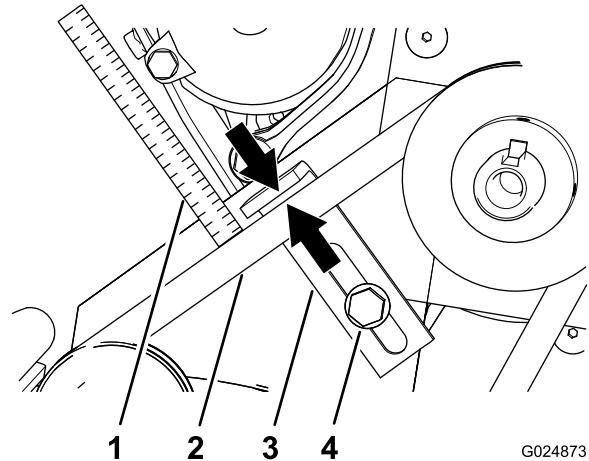

Figure 26
Remarque: Si l'écartement est supérieur ou inférieur à 6 mm (1/4 po), réglez le guide de courroie (Figure 26); voir Réglage du guide des courroies (page 20).
2. Mesurez l'écartement entre la courroie et le guide de courroie (Figure 26).
1. Desserrez le boulon à embase hexagonale qui fixe le guide de courroie à la plaque du moteur (Figure 26).
2. Tout en maintenant le haut du guide parallèle à la courroie, rapprochez ou éloignez le guide de la courroie jusqu'à ce que l'écartement spécifié soit obtenu (Figure 26).
3. Resserrez le boulon à embase hexagonale qui fixe le guide de courroie à la plaque du moteur (Figure 26).